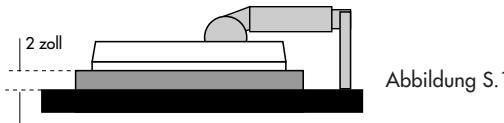

Abbildung S.1
3. Legen Sie den Monitor mit der Vorderseite nach unten auf eine nicht scheuernde Oberfläche. (Legen Sie den Bildschirm auf eine um ca. 2 zoll erhöhte Unterlage, damit der Fuß parallel zur Oberfläche steht.) (**Abbildung S.1**)